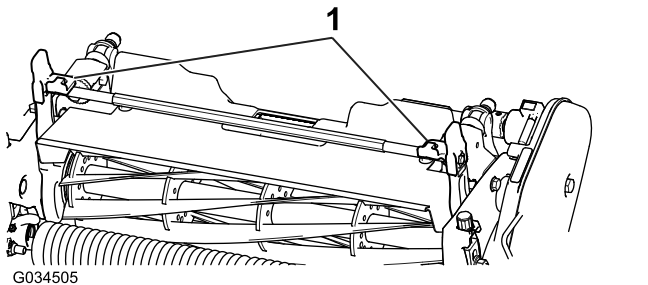
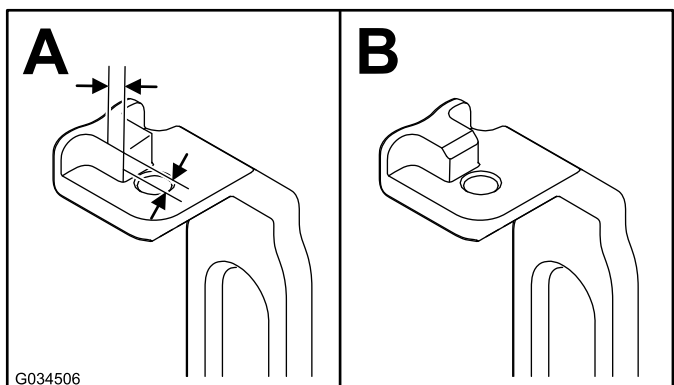

Bild 3
Bild 4
2. Messen Sie an beiden Neigungsarmen (Bild 3) 2 mm an den Nasen nach innen und fräsen Sie die Ecke ab, wie in Bild 4 abgebildet.